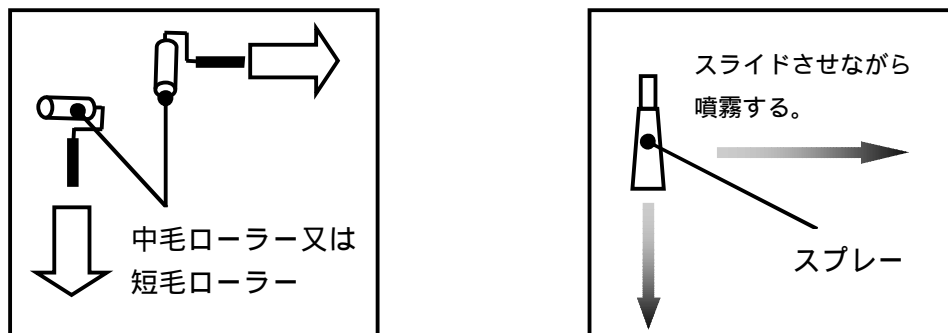

図 1
- ・塗膜に転写液JT-180をローラー又はスプレーで塗布してください(図1)。